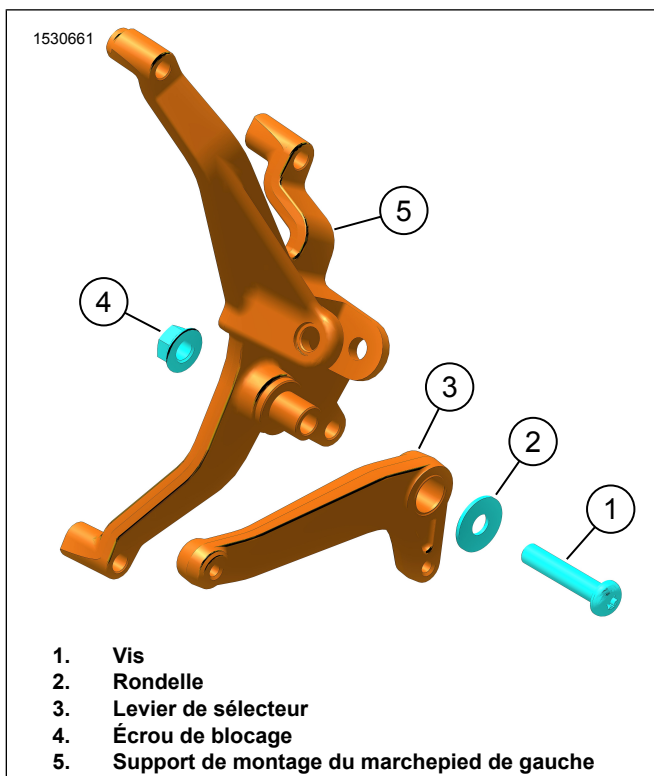

Figure 6. Ensemble de levier de sélecteur d'embrayage
1. Voir la Figure 6. Installer le levier de sélecteur (3) sur le support de montage du marchepied de gauche (5).
2. Installer la rondelle (2) et la vis (1).
3. Installer l'écrou de blocage (5). Serrer.